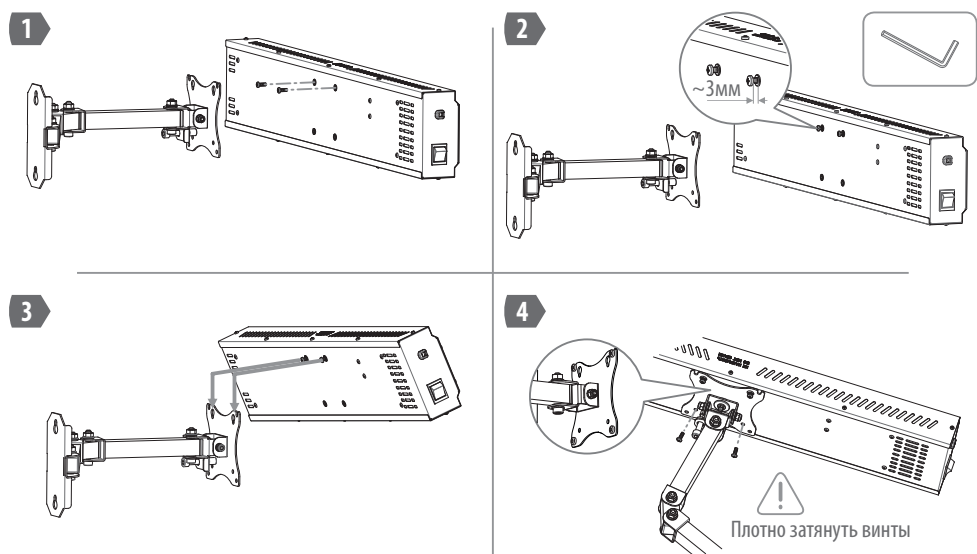

Рисунок 2. Монтаж обогревателя на держатель
- 4.6. Вверните винты М4 в крепёжные отверстия VESA на задней панели обогревателя, оставив расстояние между головкой и корпусом около 3мм. Навесьте обогреватель на держатель и вверните нижние винты в крепёжные отверстия VESA. Протяните все винты, убедитесь в отсутствии люфта обогревателя. Процесс монтажа показан на рис.2.